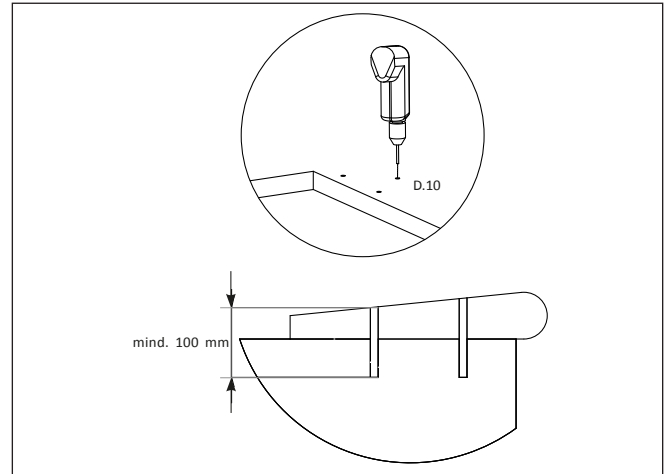

Abb. 10
3.3 Vorbereitung der Befestigung (Abb. 10)